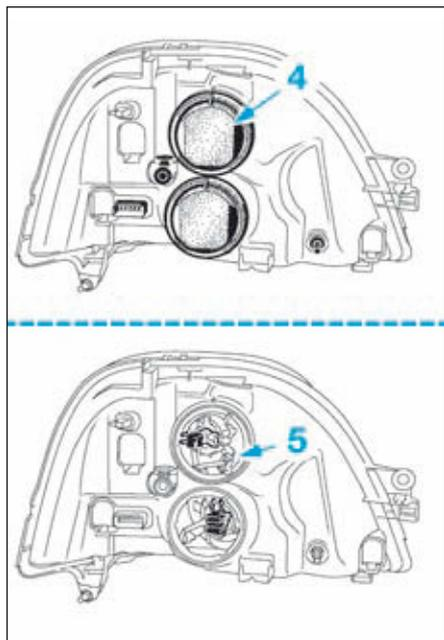

FIG.71
- Déposer le cache en plastique (4) (Fig.71).
- Débrancher la connexion électrique (5).